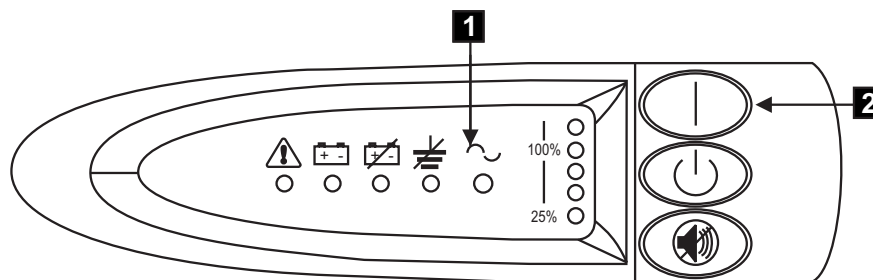

図 298. 2145 無停電電源装置 の電源スイッチおよびインディケータ
10. すべてのフロント・パネル・インディケータ (図 298 を参照) は、2145 無停電電源装置 が自己診断テストを実行する間、しばらく明滅します。テストが完了すると、モード・インディケータが明滅して、2145 無停電電源装置 が待機モードに入ったことを示します。